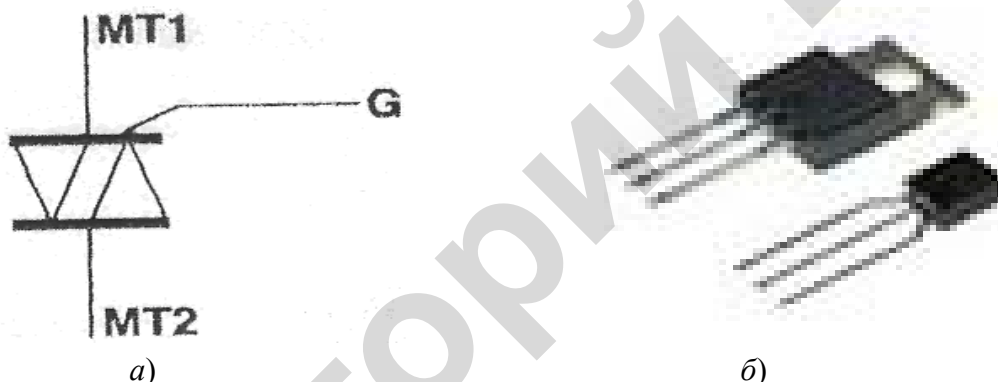

Рис. 68. Условное обозначение симмистора (а), внешний вид (б):
**Симмистор (двунаправленный триодный тиристор)** можно охарактеризовать как два инверсных параллельно соединенных тиристора, встроенных в один блок (модуль), и имеющих общий управляющий электрод. Он запускается (отпирается) положительными или отрицательными импульсами и выключается, когда напряжение на нем равно нулю. Вывод, самый ближайший к управляющему электроду, называется МТ 1 (главный вывод «1»), а другой вывод – МТ 2. Пусковой импульс всегда связан с МТ 1. Условное обозначение триака приведено на рис. 68.